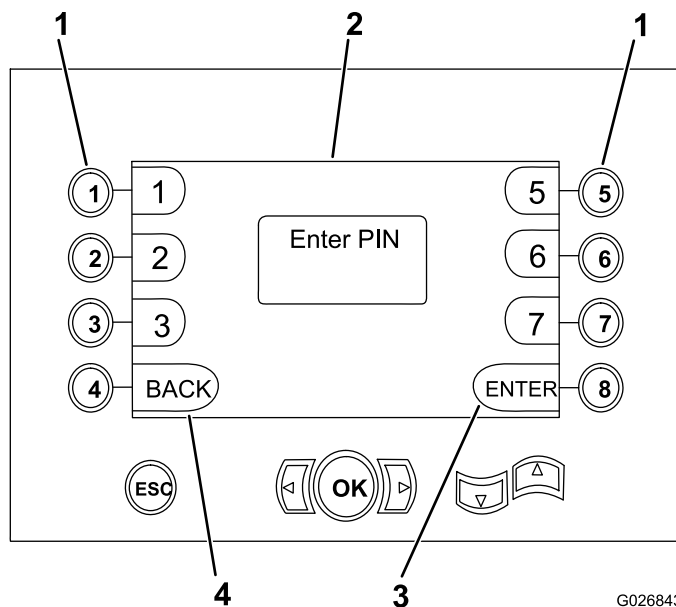

Figura 37
- O botão 1 digita o número 1 (Figura 37)
- O botão 2 digita o número 2 (Figura 37)
- O botão 3 digita o número 3 (Figura 37)
- O botão 5 insere a letra A (Figura 37)
- O botão 6 insere a letra B (Figura 37)
- O botão 7 insere a letra C (Figura 37)